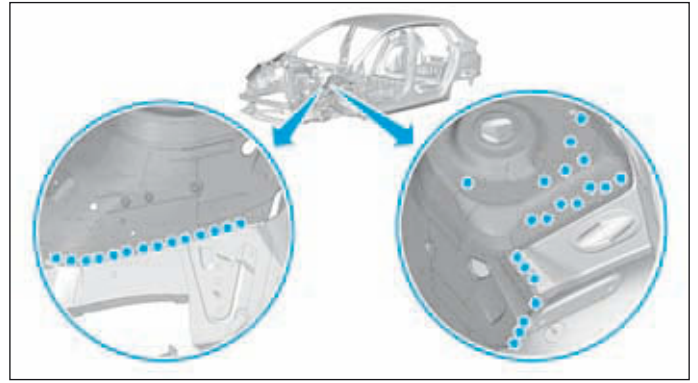

FIG.54
- Dépointer les points bouchons de soudure sur le passage de roue avant (Fig.54).